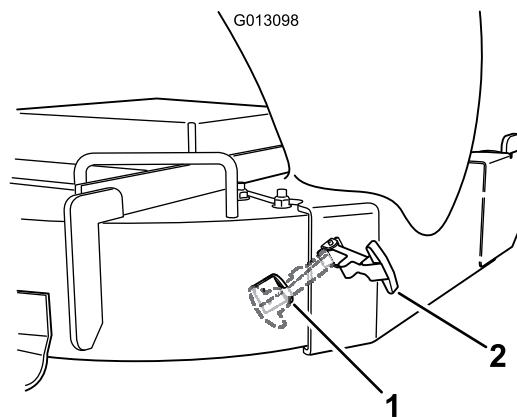

Figura 20
8. Agganciate il fermo flessibile del camino di scarico al fermaglio saldato sulla parete laterale del piatto di taglio (Figura 20).